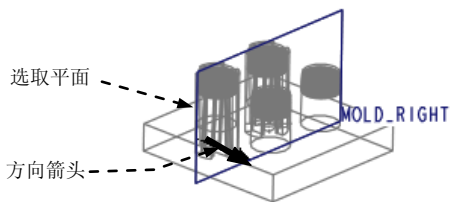
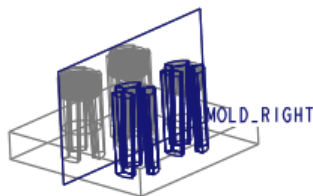

图 25.33 选取平面
图 25.34 创建结果
Step5. 选取图 25.33 所示的平面，方向箭头如图 25.33 所示。在距离文本框中输入数值 -50，单击操控板中 按钮，结果如图 25.34 所示。